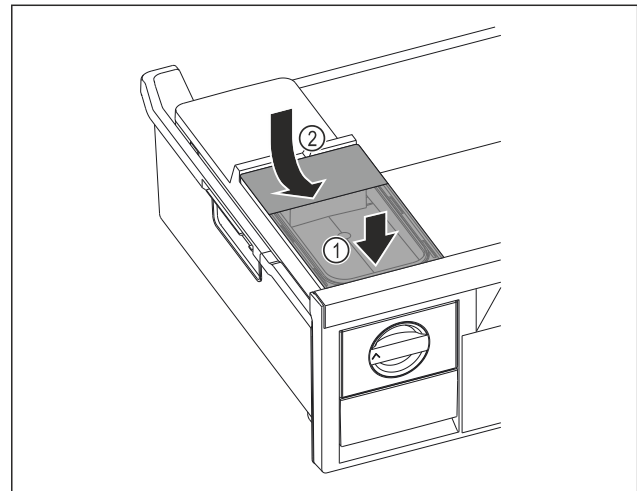

Fig. 150
- ▶ Wassertank vorne ansetzen. Fig. 150 (1)
- ▶ Wassertank hinten absenken. Fig. 150 (2)